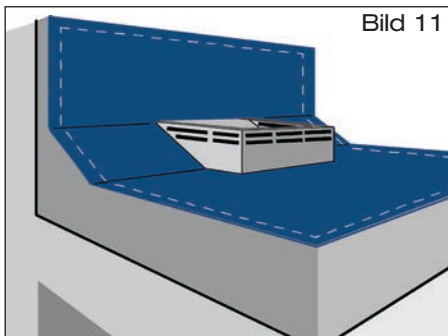

Bild 11
- 2.5 Zweite Lage der Dachdichtungsbahn über Ablauf ausrollen. Im Bereich des Attikaablaufes Aussparung mit Abmessungen entsprechend Außenkonturen des Siebkorbcs vorsehen (Bild 11). Zweite Lage der Dachdichtungsbahn gemäß Verlegevorschriften des Dachdichtungsbahnherstellers verschweißen. Überstände der Abdichtungslage in den Einlaufbereich sind zu entfernen.